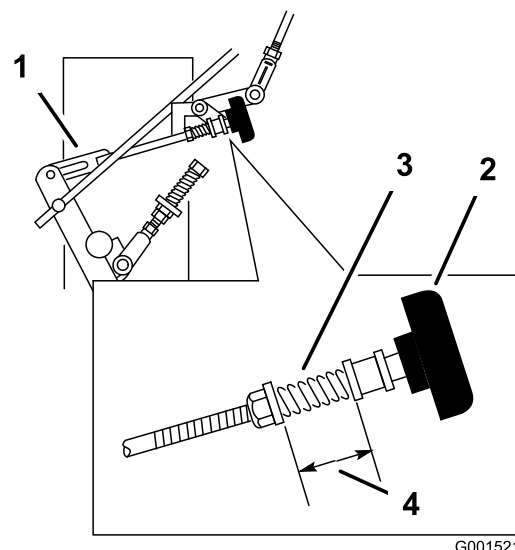

Figure 41
- Régalez la timonerie droite en tournant le bouton Quick-Track dans le sens anti-horaire jusqu'à ce que la roue commence à tourner en avant (Figure 41).
- Tournez le bouton dans le sens horaire 1/4 de tour à la fois. Déplacez ensuite le levier de commande de vitesse en avant et ramenez-le au point mort. Répétez cette opération jusqu'à ce que la roue droite arrête de tourner en avant (Figure 41).
- Le ressort qui maintient la tension sur le bouton n'a normalement pas besoin d'être réglé. Toutefois, si un réglage est nécessaire, réglez la longueur du ressort à 26 mm (1 po) entre les rondelles (Figure 41).
- Régalez la longueur du ressort en tournant l'écrou situé à l'avant du ressort (Figure 41).